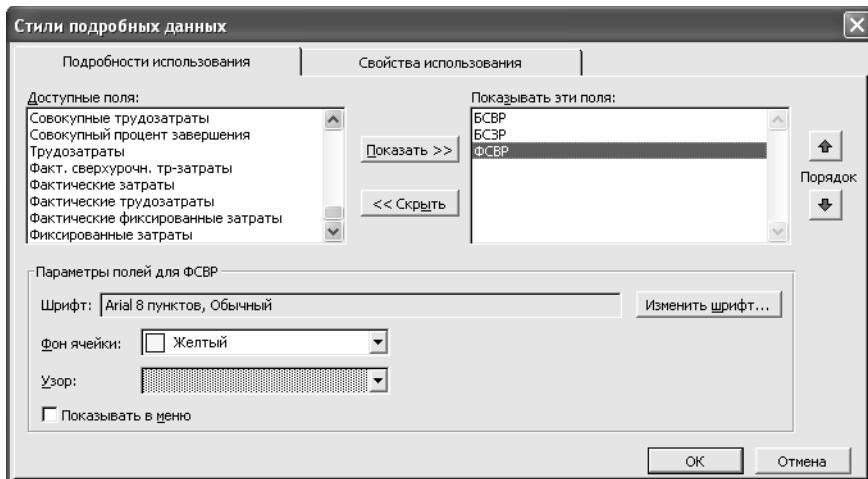

Рис.29. Налаштування стилів відображення
7. Із списку **Доступні поля** виберіть поля які Ви хочете відобразити і натисніть на кнопку **OK** (рис. 29).